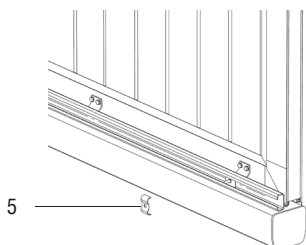

Рисунок 3
3. Поверх С-профиля наложите скобу (5) таким образом, чтобы болт попал в отверстие скобы (рисунок 3).